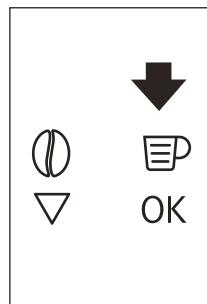
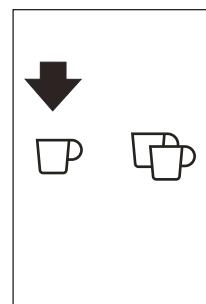
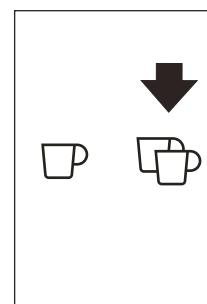

Fig. 18
Fig. 19
Fig. 20
- ▶ Apăsați pe pictograma (B5) (Fig. 18) pentru a selecta tipul de cafea: espresso, ceașcă mică, ceașcă medie, ceașcă mare, cană. Atingeți tasta  (B10) (Fig. 19) dacă dorîți să preparați o cafea și tasta  (B11) (Fig. 20) dacă dorîți să preparați două cafele. Aparatul râșnește cafeaua și începe să distribuie cafeaua preparată în ceașcă. După ce a fost distribuită cantitatea de cafea setată, mașina oprește automat distribuirea și elimină zațul de cafea în recipientul pentru zațul de cafea.